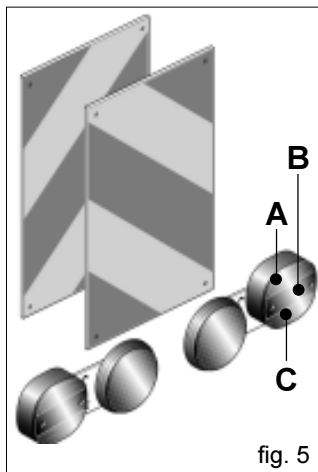

fig. 5
- 37) Wenn die geschleppten oder an dem Schlepper angebrachten Ausrüstungen und Geräte die Sichtbarkeit der Signalisierungs- und Beleuchtungs-vorrichtungen des Schleppers verdecken, müssen diese Vorrichtungen auch an den Ausrüstungen angebracht werden, wobei die Vorschriften der im jeweiligen Anwendungsland geltenden Straßenverkehr-sordnung zu beachten sind. Beim Gebrauch ist zu kontrollieren, daß die Anlage einwandfrei funktioniert. Nachstehend wird die korrekte Sequenz der Leuchten angegeben (Abb. 5):